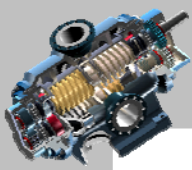
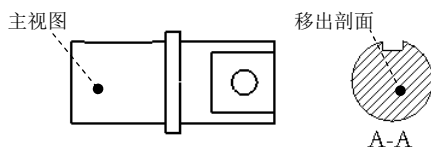

图 3.8.53 “绘图视图”对话框（二）
图 3.8.54 移出剖面
Step5. 设置剖视图选项。在“绘图视图”对话框中，选取 **类别** 区域中的 **截面** 选项；将 **截面选项** 设置为  2D 横截面，然后单击  按钮；将 **模型边可见性** 设置为  区域；在 **名称** 下拉列表框中选取剖截面  A，在 **剖切区域** 下拉列表框中选取 **完整** 选项，设置完成后对话框如图 3.8.53 所示，最后单击对话框中的 **确定** 按钮，关闭对话框，完成移出剖面的添加，如图 3.8.54 所示。
(1) 选取图 3.8.54 所示的断面图，然后右击，从快捷菜单中选择 **添加箭头** 命令。